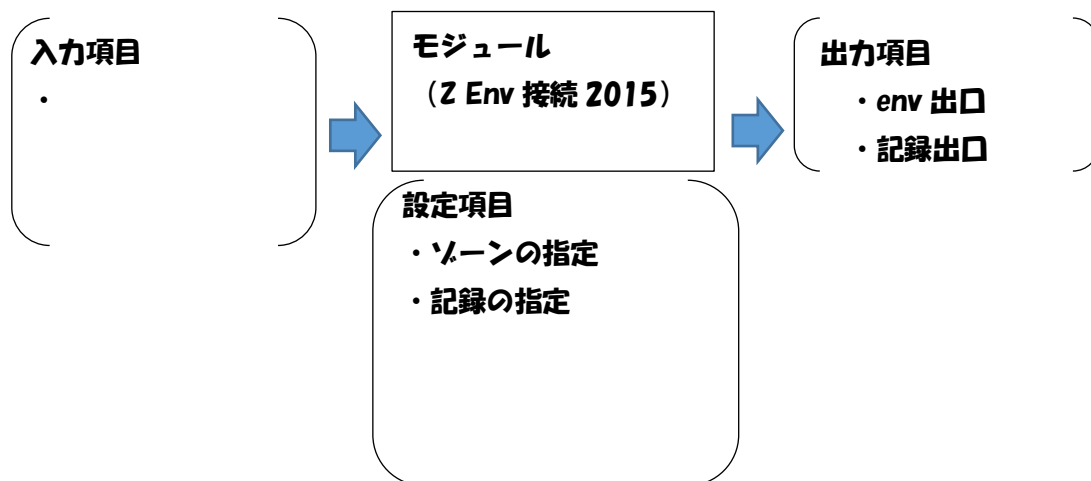

図1 モジュールの設定項目・入力項目・出力項目
(4) スペックの入力項目 (図1における設定項目)
(5) シーケンス接続 (図1における入力項目、出力項目)